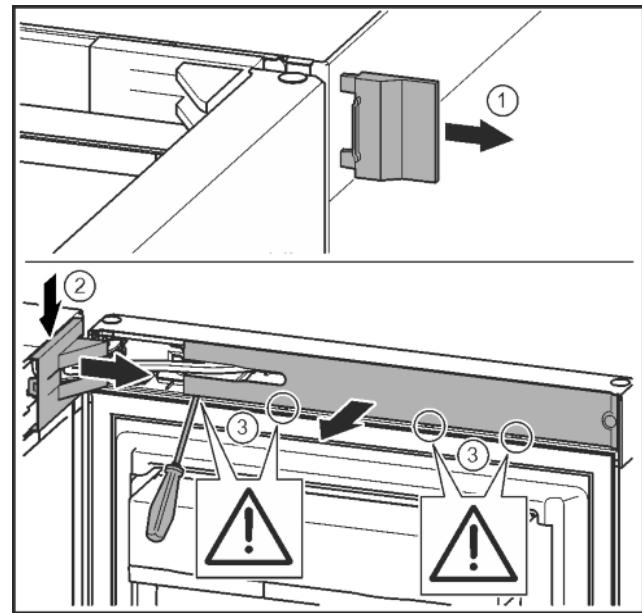

Fig. 9
- Зніміть зовнішню кришку. Fig. 9 (1)
► Звільніть і ослабте кришку опорного кронштейна. Зніміть кришку опорного кронштейна. Fig. 9 (2)
- За допомогою шліцевої викрутки звільніть від фіксатора та поверніть убік накладку. Fig. 9 (3)